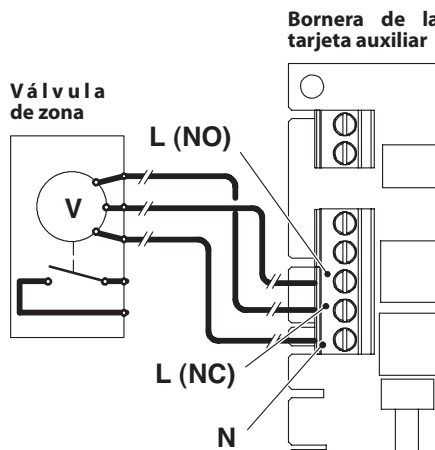

Figura 5.26
Para la conexión de la válvula de zona utilice los bornes de la tarjeta auxiliar **N** (neuro común), **L (NO)** línea 230V ~ (válvula abre instalación de calefacción), **L (NC)** línea 230V ~ (válvula cierra instalación de calefacción) (Figura 5.26).